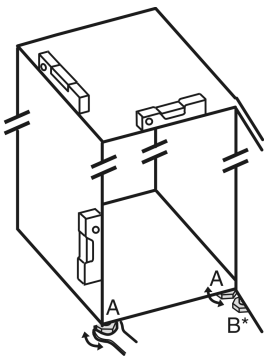

Fig. 5
- ▶ Відкручуйте ніжки Fig. 5 (A) наявним у комплекті гайковим ключем із відкритим зівом і за допомогою рівня, доки пристрій не стоятиме рівно на поверхні та його не буде вирівняно.
- ▶ Відкручуйте регульовану ніжку Fig. 5 (B) на опорному кронштейні наявним у комплекті гайковим ключем із відкритим зівом, доки вона не прилягатиме до підлоги.
- ▶ Поверніть регульовану ніжку Fig. 5 (B) ще на 90°.